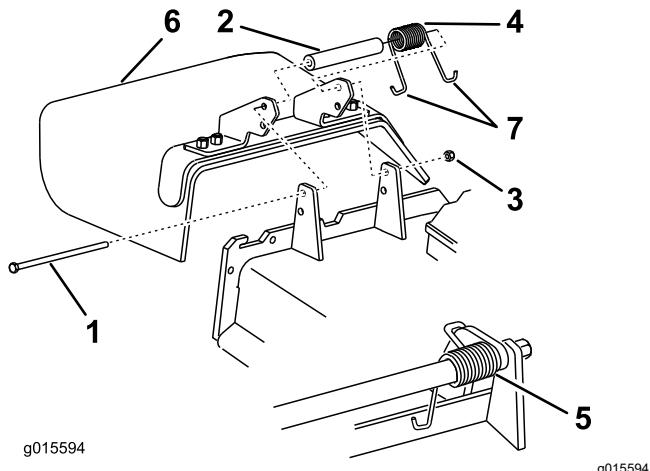

Figure 112
1. Retirez le contre-écrou, le boulon, le ressort et l'entretoise qui fixent le déflecteur aux supports de pivot (Figure 112).
2. Enlevez le déflecteur s'il est endommagé ou usé (Figure 112).
Remarque: Prenez soin de placer 1 extrémité en J du ressort derrière le bord du tablier avant de mettre le boulon en place, comme montré à la Figure 112.
6. Accrochez l'extrémité en J du ressort au déflecteur d'herbe (Figure 112).